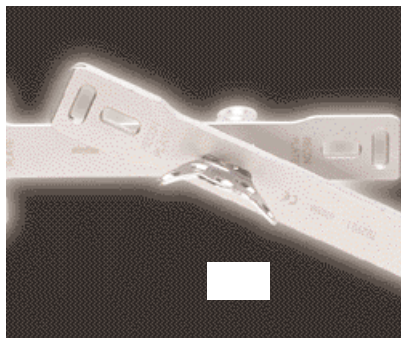

Figure 2
- Torsion dans l'axe longitudinal de la plaque : figures 2 et 3